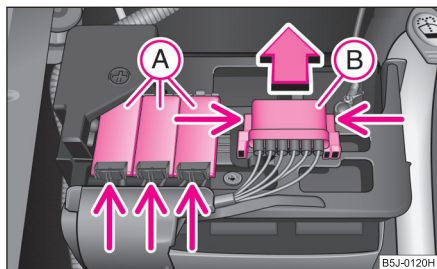

Fig. 196 Bateria: Capacul suportului de siguranțe
- Apăsați elementele de fixare ale capacului suportului de siguranțe (A) ⇒ fig. 196 și deschideți capacul.
- Concomitent apăsați elementele de fixare ale capacului suportului de siguranțe (B) și împingeți capacul în sensul indicat de săgeată.
- Unele autovehicule sunt prevăzute numai cu capacul (B) ⇒ fig. 196. ■